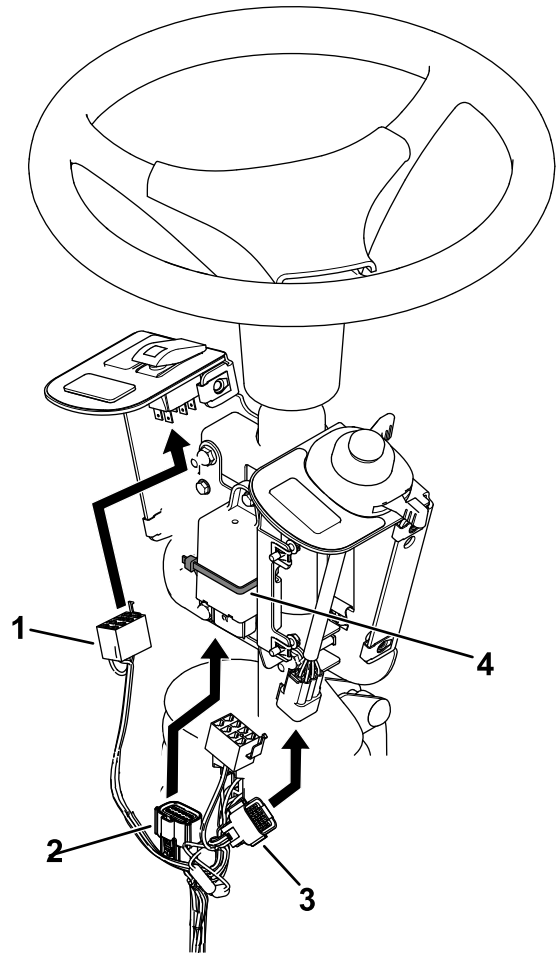

Figura 7
5. Fissate il lampeggiante con una fascetta per cavi (Figura 7).
6. Inserite il cablaggio preassemblato nell'interruttore a bilanciere e nell'interruttore multifunzione (Figura 7).
7. Collegate il cablaggio al lampeggiante (Figura 7).